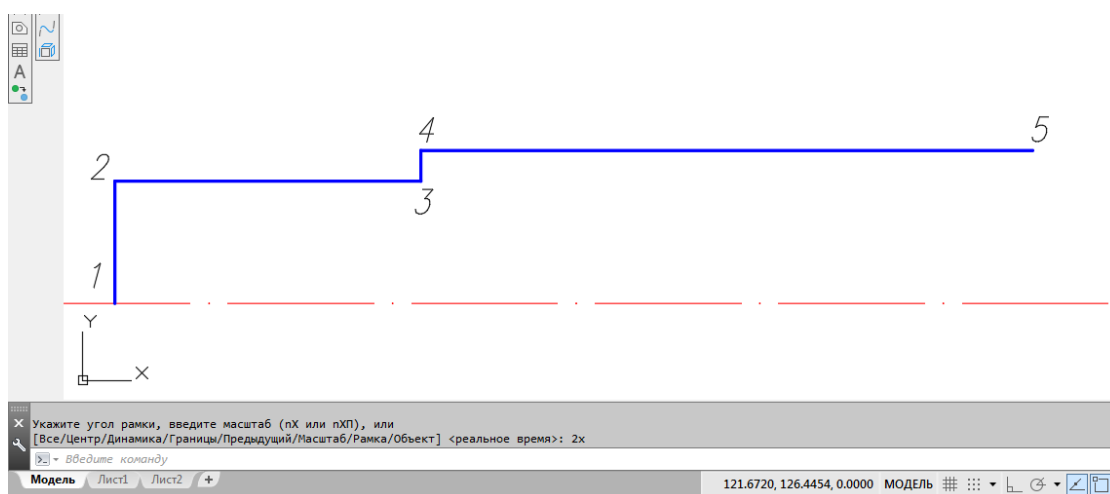

Рис. 71. Процесс выполнения чертежа
4.4. Вычертить верхний контур вала (**Слой 1**) в последовательности, предложенной на рис. 71, используя команды **Рисование** → **Отрезок** → ЛКМ с привязкой **Ближайшая** (см. подр. 1.7) на выполненной оси (точка1) 20↵ 50↵ 5↵ 100↵. Выполняя отрезки по заданным точкам, отводить курсор в нужную сторону.
4.5. Удлинить отрезок 3-4 до осевой линии с помощью команд **Редактировать** → **Удлинить** (см. подр. 3.2.9). При указании удлиняемого отрезка щелчок ЛКМ делать ближе к границе удлинения (см. рис. 71).